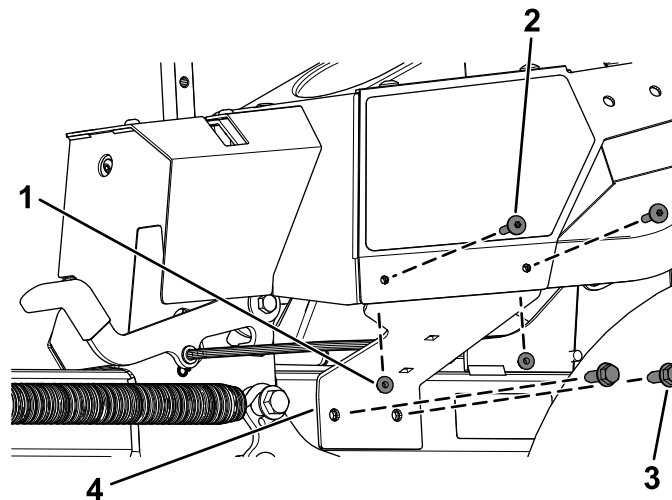

Figura 8
B. Fije el soporte del módulo izquierdo con los 2 tornillos formadores de rosca nuevos ($\frac{3}{8}$ " x 1") y los 2 tornillos con cabeza Torx retirados anteriormente ($\frac{1}{4}$ " x 1-5/16") y 2 contratuercas ($\frac{1}{4}$ "), tal y como se muestra en la Figura 8.